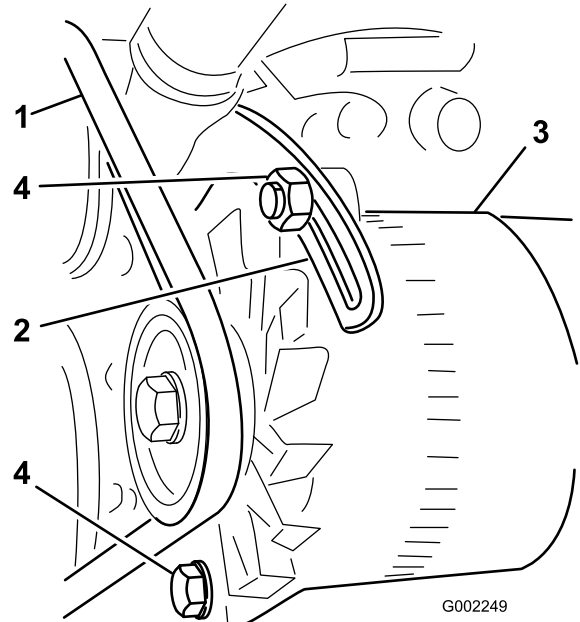

Figura 94
3. Afloje el perno del punto de pivote del alternador; afloje el perno que fija el alternador al tirante ranurado (Figura 94).